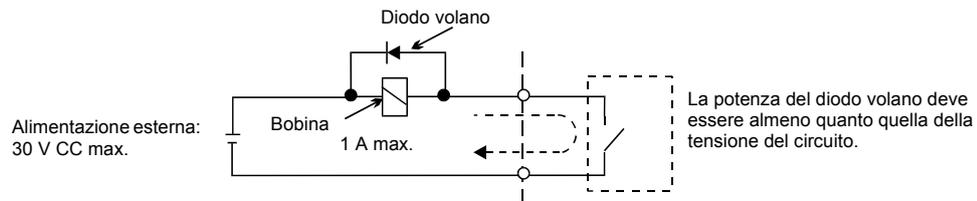

Fig 6 Connessione diodo volante
- \*3. Quando c'è un carico reattivo, come una bobina di relè con alimentazione CC, inserire sempre un diodo volante come visualizzato in Fig 6